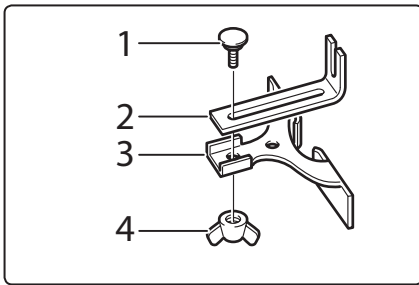
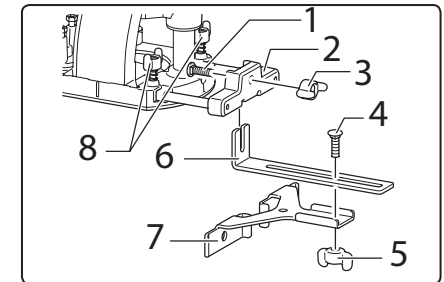

Abb. 19
Abb. 25A
- Zum Fräsen von Nuten unter Einsatz des Seitenanschlags gem. Abb. 13, der gemäß Abb. 19 oder Abb. 25A modifiziert ist.